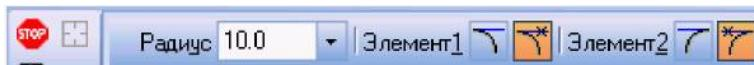

Рис. 2.3. Переключатели Панели свойств
- 2) в Панели свойств в соответствующем поле задать радиус сопряжения, задать соответствующие переключатели Усекать или Не усекать элементы 1 или 2 (рис. 2.3);